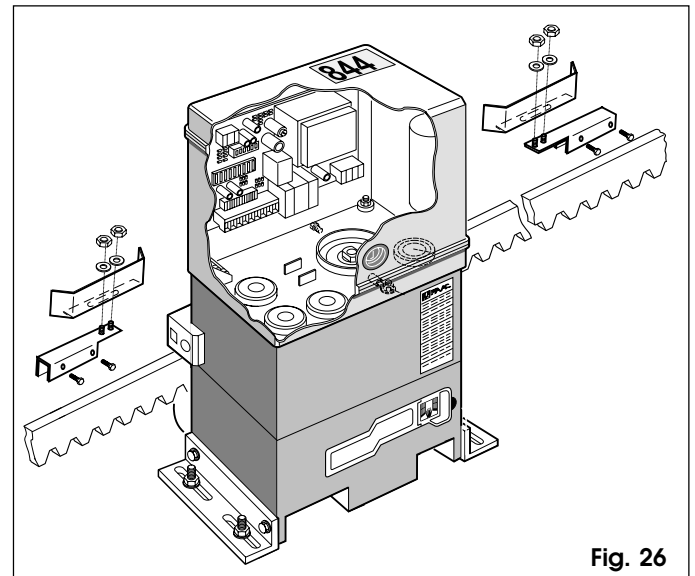

Fig. 26
- 1) Ensamblen los fines de carrera centrado la chapa respecto a los pernos roscados del soporte (Fig.26).